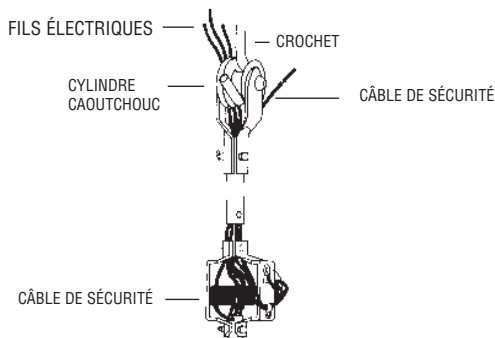
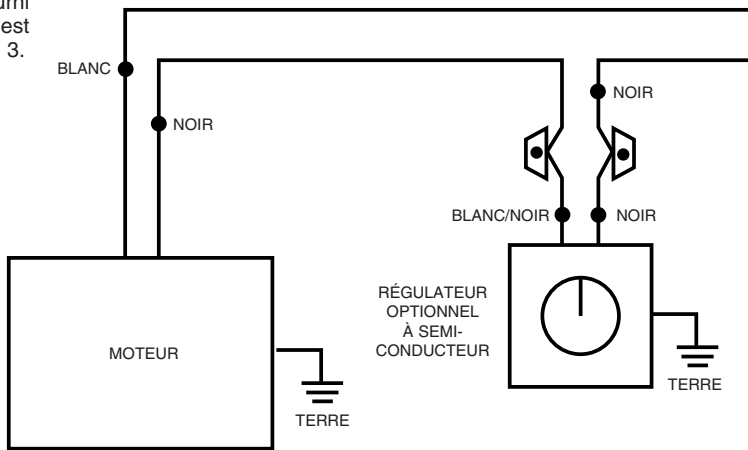

Figure 2
Figure 5
\*Ce ventilateur est commandé par une tirette à 3 vitesses, 0-Arrêt, 1-Basse, 2-Moyenne, 3-Élevée. Se reporter à la figure 5. Tous les autres ventilateurs sont fournis avec 12003 contrôleur de vitesse mural.
3. Faites glisser le chapeau de couverture supérieur (B) en forme de cloche en le remontant sur la tige. Faites aussi glisser le chapeau de couverture inférieur (C) vers le haut de la tige.
4. Passez les 5 fils et le câble de sécurité au travers du trou central de la manille acier de connexion au-dessus du moteur (A), puis continuez de passer fils et câble au travers de la tige creuse de suspension jusqu'à ce qu'ils ressortent par l'extrémité de manille supérieure.
**CONSEIL :** Le câble de sécurité doit être fixé sur un côté de la manille avec de la bande adhésive d'électricien pour l'empêcher de reposer sur le dessus du moteur durant le fonctionnement (voir la Figure 2).
6. Faites glisser le chapeau inférieur (C) vers le bas pour être à au moins 6,35 mm au-dessus du moteur.
7. Fixez les trois lames, leur côté incurvé en dessous vers le moteur, avec la cale d'isolation montée entre pale et ventilateur. Assurez-vous que le support de pale est à plat contre la plate-forme de moteur quand vous serrez les écrous de pales pour une bonne fixation (voir la Figure 5).
**IMPORTANT CONSEIL :** Il est important de remarquer la bonne position d'installation des serre-câbles comme illustré en Figure 5. Pour obtenir la meilleure force de maintien, installez la section étriée de l'attache en fin de câble ou sur sa petite partie, en chevauchant le grand morceau du câble. Une installation incorrecte réduit l'efficacité du raccordement jusqu'à 40%.